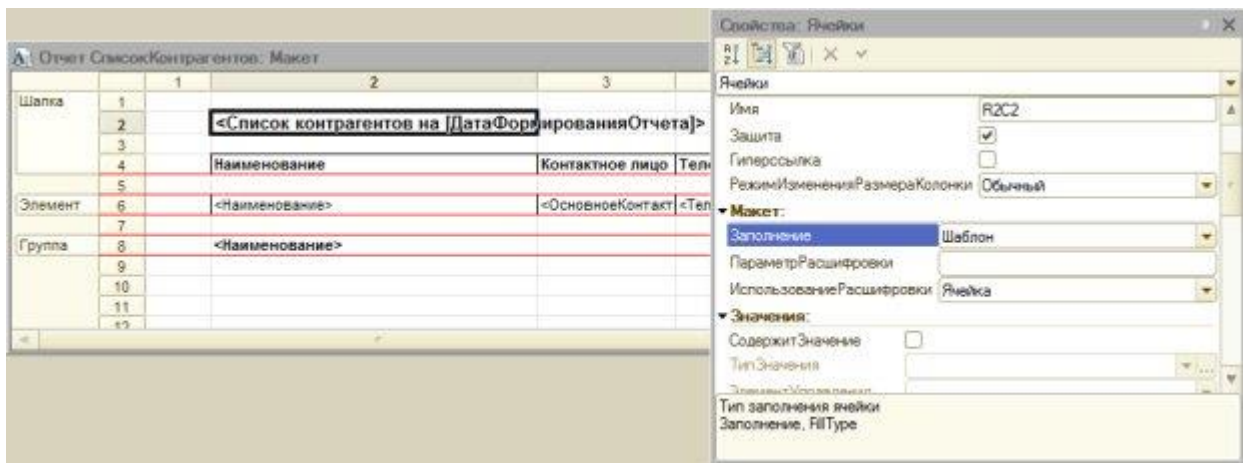

Рисунок 9.5. Настройка ячейки, содержащей шаблон
6. Ячейка 2,2 заполнена следующим образом: в нее сначала введен текст "**Список контрагентов на [ДатаФормированияОтчета]**", после чего вызвано окно свойств этой ячейки, в которых, в свойстве **Заполнение** выбрано **Шаблон**, Рисунок 9.5.